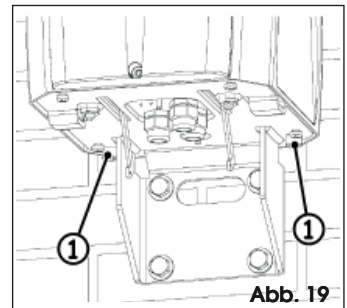

Abb. 19
7. Den Motorkörper mit den beiden hinteren Schrauben festziehen, Abb. 19 Bez. ①.